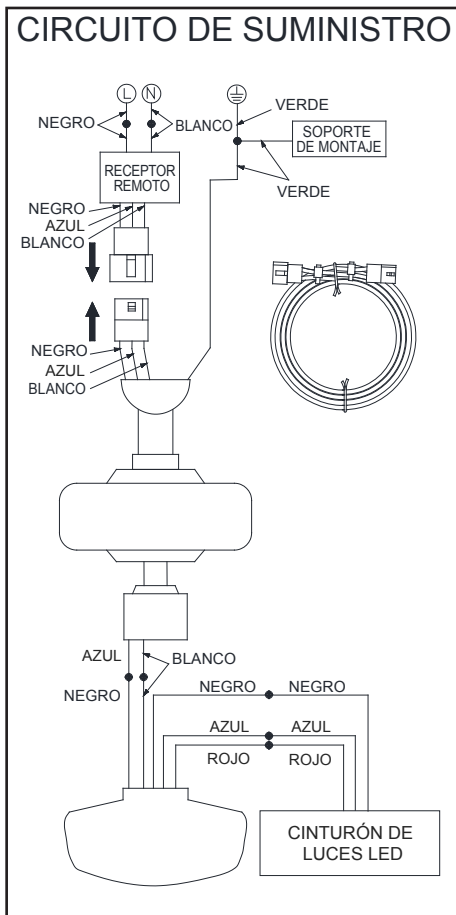

Figura 11
1. Si usas el conjunto del tubo bajante/esfera de 6 plg (15.2 cm) incluido, conecta los cables del receptor a los cables del ventilador uniéndolos con el enchufe del adaptador moldeado del receptor con el adaptador moldeado del conjunto del motor del ventilador. (Figura 11)